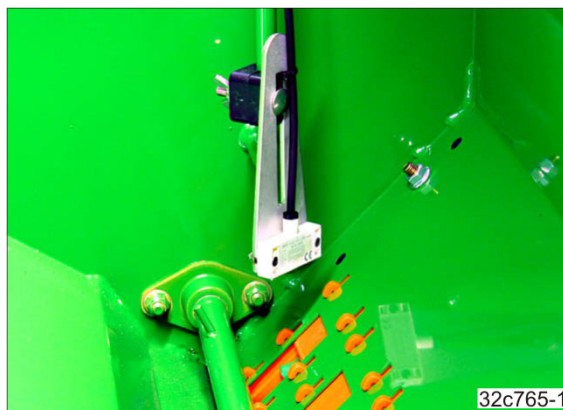

Bild 153
8. Ställ nivåsensorernas höjdläge (Bild 153) enligt den önskade utsädesrestmängden.